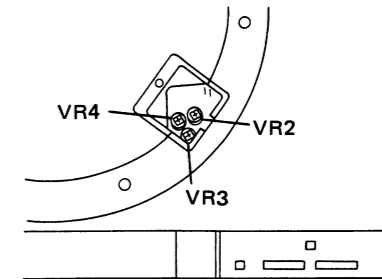

Fig. 11-1 Réglage du zéro du capteur d'alignement
2. Faire ensuite monter et descendre le bras à plusieurs reprises puis le remettre en position haute. Vérifier que la tension entre TP1 et TP2 ne dépasse pas $\pm 2V$ (Fig. 11-1).
2. Garder le bouton d'enclenchement de la localisation (▶) enfoncé au premier niveau et régler VR4 de manière à ce que l'extrémité de la pointe de lecture se déplace à la vitesse de 50mm en $7,1 \pm 0,7$ secondes (Fig. 11-1).